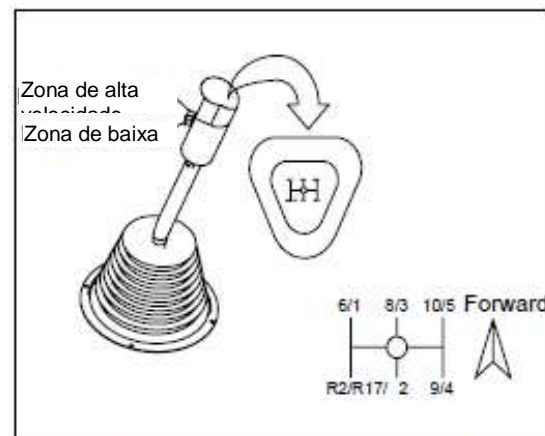

Fig.4-45 Set transmission control lever to neutral position
2) Verifique se a alavanca de controle de transmissão está na posição neutra e o interruptor de controle do dispositivo de tomada de força está na posição OFF. Se não, coloque a alavanca de controle para a posição neutra e o interruptor de controle do dispositivo de tomada de força para a posição OFF. Veja Fig. 4-45, Fig. 4-46